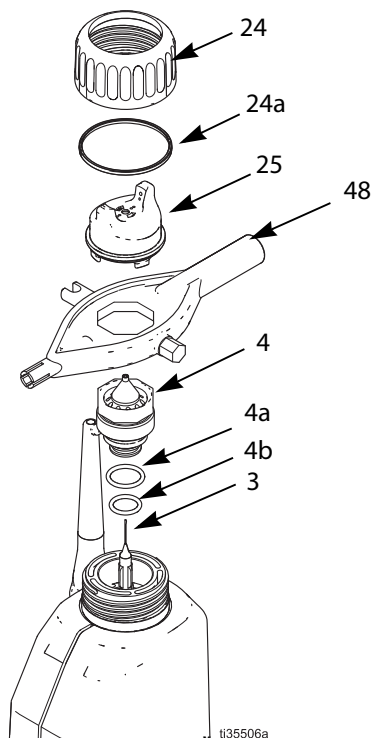

Рис. 19. Замена сопла и воздушной головки
2. Извлеките стопорное кольцо (24) и воздушную головку (25). См. Рис. 19.
3. Направьте краскораспылитель вверх и одновременно извлеките блок сопла (4) с помощью многофункционального инструмента (48).